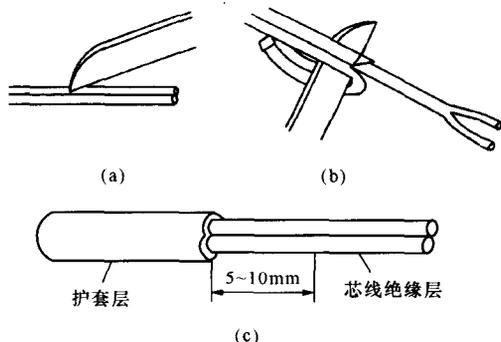

图 1-20 塑料护套线绝缘层的剖削
(1) 按所需线头长度用电工刀刀尖对准芯线缝隙划开护套层，如图 1-20 (a) 所示。
(2) 将护套层向后扳翻，用电工刀齐根切去，如图 1-20 (b) 所示。
(3) 用钢丝钳或电工刀按照剖削塑料硬线绝缘层的方法，分别将每根芯线的绝缘层剖除。
钢丝钳或电工刀切入芯线绝缘层时，切口应距离护套层 5~10mm，如图 1-20 (c) 所示。